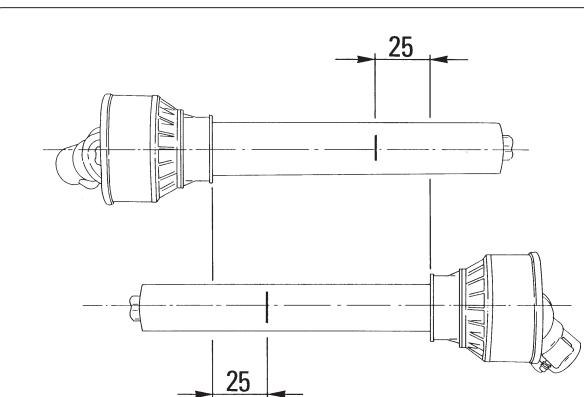

fig. 4.2.1
- Con un pennarello segnare dove accorciare i due semialberi, misurando 25 mm dall'inizio di ogni semialbero, come da fig. 4.2.1.